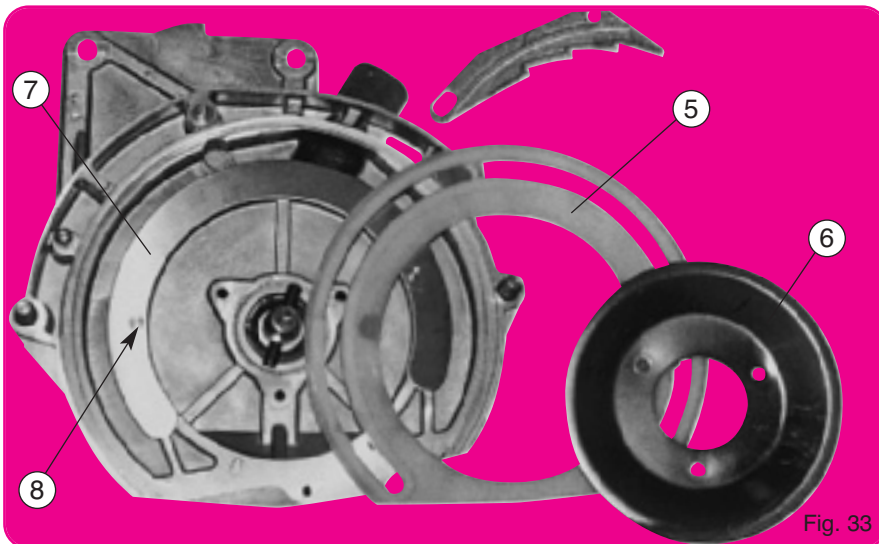

Fig. 33
La couronne plastique de frottement (5) sur laquelle tourne le disque doit être plane et en bon état. A titre indicatif, en conditions normales d'utilisation, son remplacement ne devrait être nécessaire qu'après 500 à 1000 ha. Maintenu extérieurement dans une gorge et bloquée par la cuvette (6) et ses 3 boulons, la nouvelle couronne devra être positionnée avec attention en prenant soin à ce que les crans du secteur d'appui (7) (fig. 33) et de la couronne soient bien en place dans leur logement.
The wear gasket is positioned externally in a groove and held by the cup. (6) Its 3 bolts should be positioned with care making sure that the stub (fig. 33) of the wear gasket is properly positioned in the hole of the housing.
Mantenido exteriormente en una garganta y bloqueada por la cubeta (6) y sus 3 pernos, se colocará la nueva corona con cuidado asegurándose de que las muescas del sector de apoyo (7) (fig. 33) y de la corona estén colocadas corectamente en sus alojamientos.